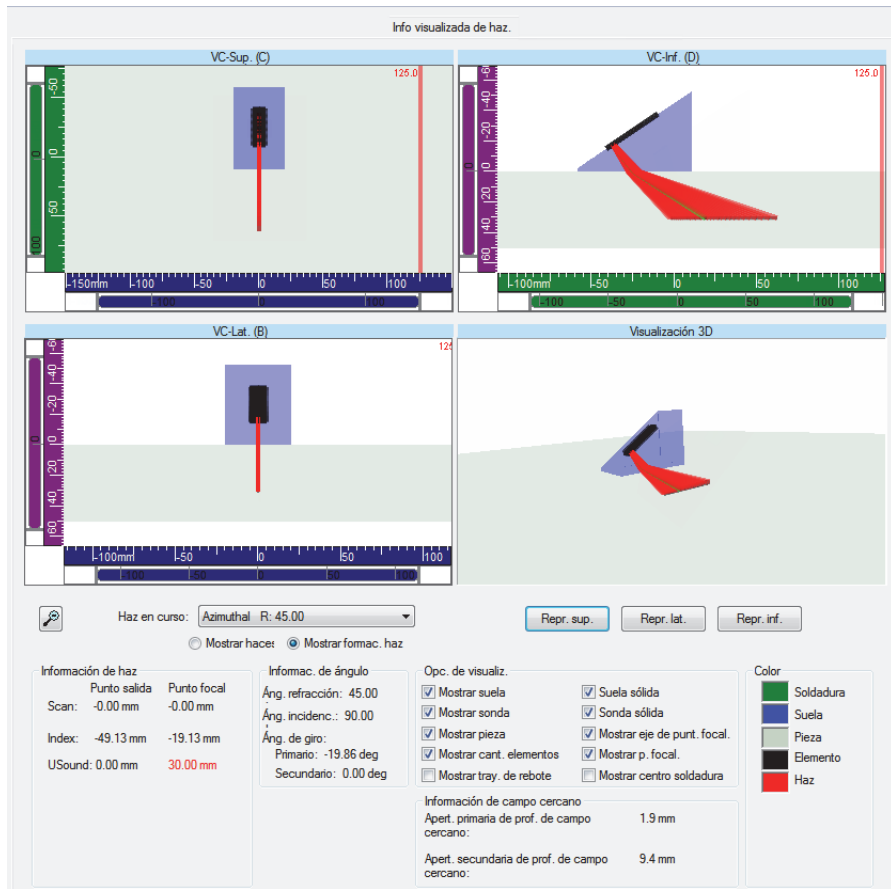

Figura 4-10 Ejemplo de la pestaña Info visualizada de haz en el Calculador
- n) Utilice las cuatro representaciones y los parámetros, que se encuentran debajo de la representaciones, para validar los haces calculados (ver Figura 4-10 en la página 115).